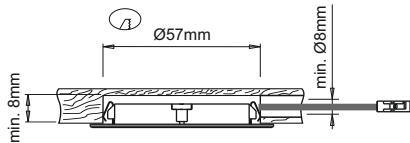

Fig 1
- To flush mount the device, bore a $\varnothing 57\text{mm}$ hole $\geq 8\text{mm}$ deep on the installation surface and then, if necessary, bore a $\varnothing \geq 8\text{mm}$ exit hole for the power supply cable as illustrated in figure 1.
- Für den Einbau der Leuchte eine Bohrung mit $\varnothing 57$ mm und einer Tiefe von ≥ 8 mm auf der Montagefläche ausführen und ggf. für den Austritt des Netzkabels eine Bohrung mit $\varnothing \geq 8$ mm ausbilden (Abb. 1).
$\varnothing \geq 8\text{mm}$ comme indiqué sur la figure 1.